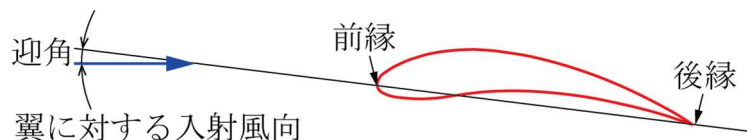

図 3 二次元翼型
- (1) 風力発電用風車のブレードはガラス繊維強化プラスチック製の中空構造（内部補強リブ付き）であるのに対し、伝統的風車のブレードは木製の骨組みに布を張った構造である。また、風力発電用風車は、伝統的風車に比べてブレードが細長く、先細である。風力発電用風車について伝統的風車と対比して推察し、回転軸まわりの慣性モーメントの違いおよびそれに伴う回転性能の特徴と利点を 100～200 字で説明せよ。
- (2) 風力発電用風車のブレードは、図 3 に示すように飛行機の翼と同様の断面形状（翼型）を有している。解答欄に図 3 のような一般的な二次元翼型を描いた上で、その周囲の空気の流線および発生する揚力と抗力を矢印を用いて簡単に図示せよ。
- ・ 揚抗比は、迎角がある適切な値のときに最大となる。なお、揚抗比とは、抗力に対する揚力の大きさの比であり、迎角とは、図3に示したように、翼の前縁と後縁を結ぶ直線に対する空気の入射角である。